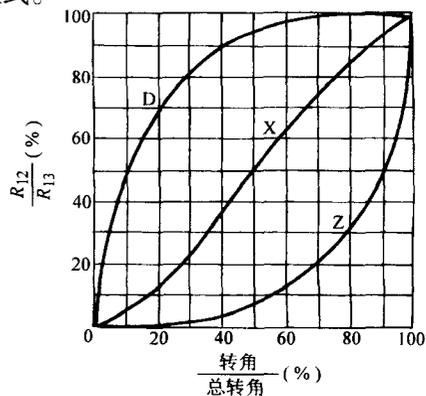

图 1-6 阻值变化与转角关系曲线
(1) 阻值变化的形式 指电位器阻值随转轴的旋转角度而变化的关系，如图 1-6 所示。变化规律有三种不同的形式，即直线式、指数式和对数式。
1) 直线式 (X) 电位器 其阻值随旋转角度变化曲线为直线关系如图 1-6 中 X 曲线所示。这种电位器的旋转角度大小和阻值变化基本上成正比，可认为是均匀变化的。它适于作分压、偏流的调整等。
2) 指数式 (Z) 电位器 其阻值随旋转角度变化曲线为指数关系如图 1-6 中 Z 曲线所示。其阻值变化一开始比较缓慢，以后随转角的加大阻值变化逐渐加快。这种电位器适于作音量控制。
3) 对数式 (D) 电位器 其阻值随旋转角度变化曲线为对数关系如图 1-6 中的 D 曲线所示。其阻值变化开始时较大，以后变化逐渐减慢。这种电位器